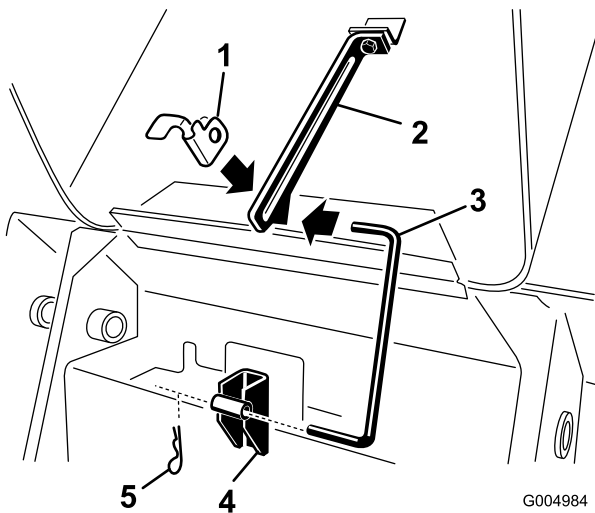

Figure 41
3. Sortez la goupille fendue du bas de la béquille de capot et sortez la béquille des supports de retenue et de la languette (Figure 41).
- Placez la bécaille dans les supports de retenue et la languette, et fixez-la en place avec la goupille fendue (Figure 41).